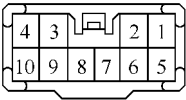

图 12-52 检查 4WD 控制开关
(2) 检查 4WD 控制开关。按下表 12-3 检查图 12-52 所示的开关端子之间的导通情况。